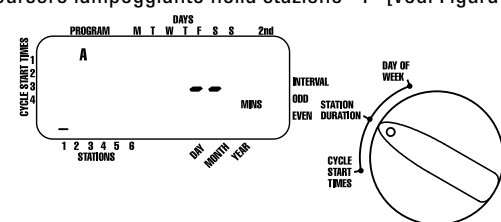

FIGURA 5: Durata delle stazioni per il Programma A
- Ruotare il quadrante circolare sulla posizione DURATA DELLA STAZIONE (STATION DURATION) nel programma A o nel B. Il display visualizzerà quale programma è stato selezionato con una "A" o una "B" con il - cursore lampeggiante nella stazione "1" [vedi Figura 5].